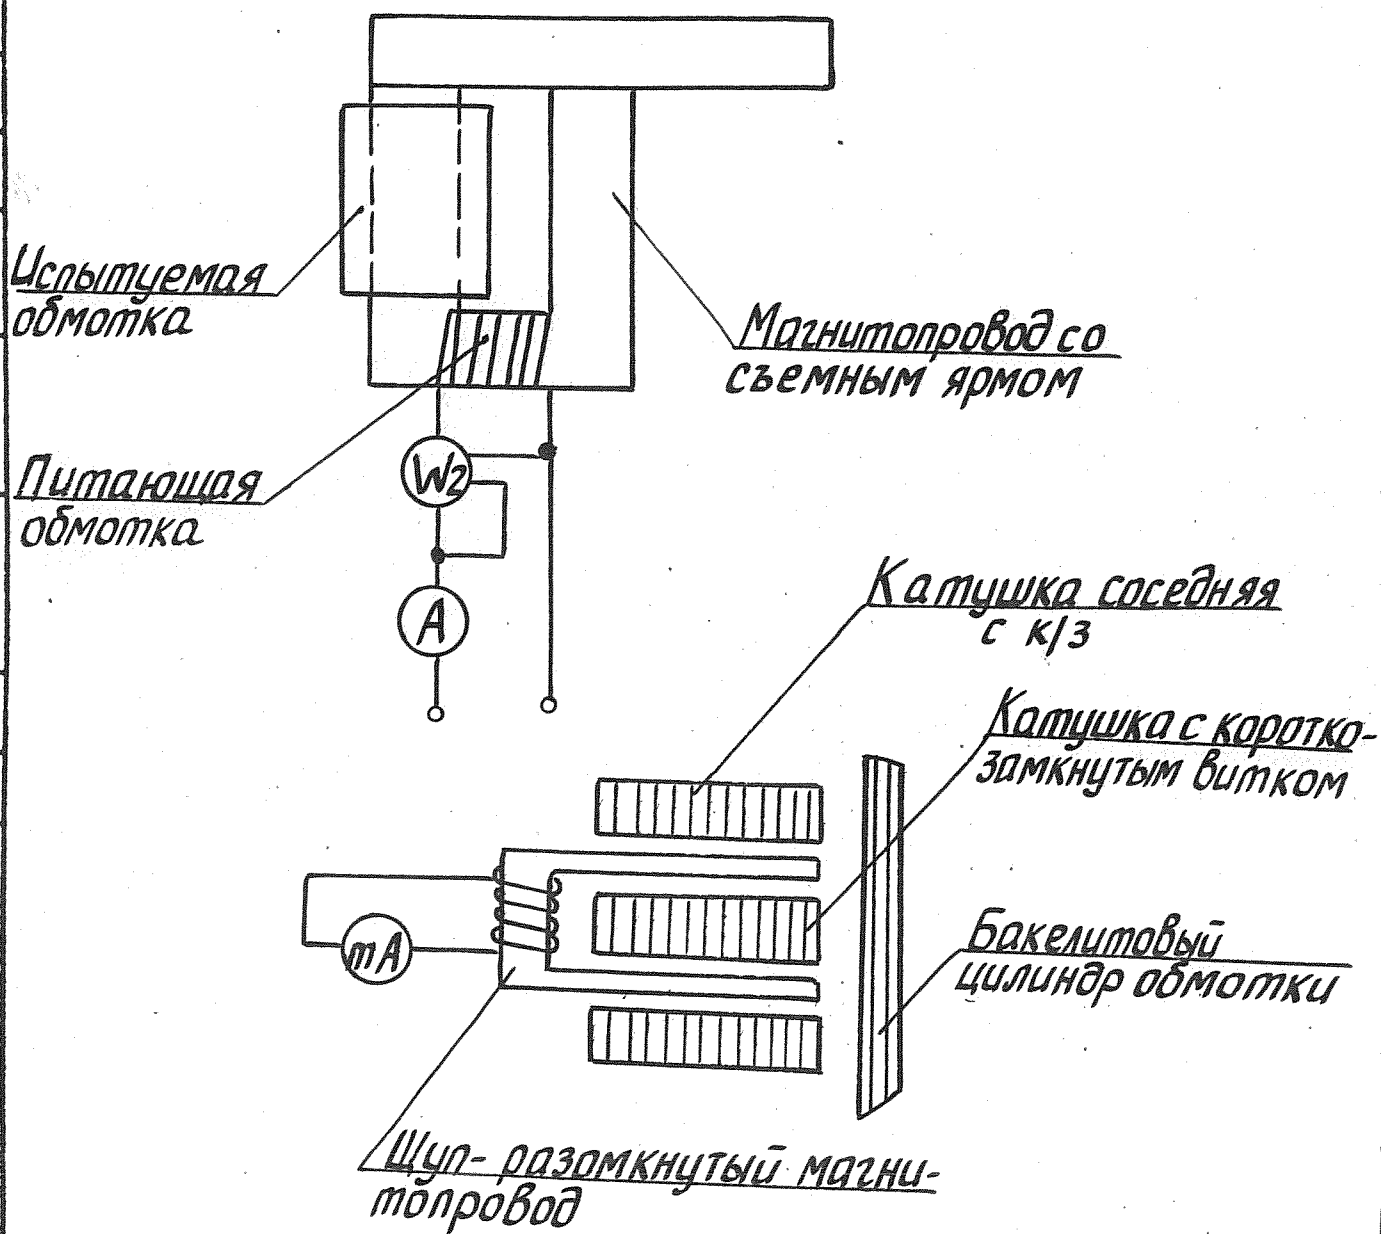

Рис. 5.12. Проверка обмотки на межвитковое замыкание.
5.4.1.2. Проверить обмотку на наличие междувитковых замыканий методом измерения мощности потерь. Измерение производится на той же установке, что и в п.5.4.1.1, только без эталонной обмотки (рис.5.12). Мощность потерь определяется в питающей обмотке магнитопровода ваттметром  $W_2$ , вторичной является испытываемая обмотка. В исправной обмотке ВН мощность потерь не должна превышать 50 ватт.